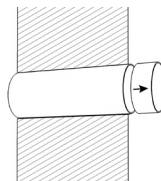

Рис. 3
3. Перед установкой, трубу воздуховода обрезают по толщине стены. Установить трубу с тепло-шумоизоляцией в отверстие. Предварительно, на наружную поверхность трубы равномерно нанести силиконовый герметик (Рис. 3).